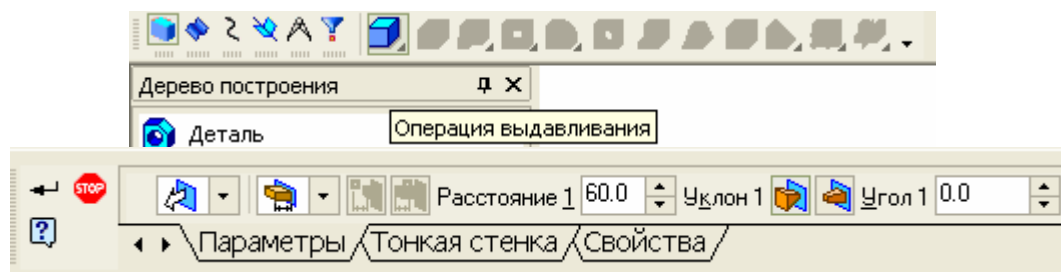

Рис. 50 – Параметры витиснения эскиза
3.4 Витисніть ескіз кнопкою «Операция выдавливания» на відстані 60 мм (рис. 50):